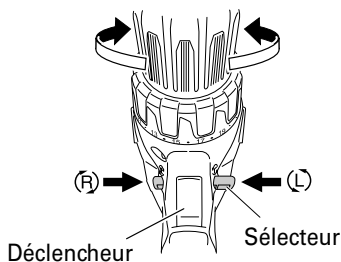

Fig. 10
La mèche tourne dans le sens horaire (vu de l'arrière) quand on appuie sur côté-R du sélecteur. En appuyant sur côté-L du sélecteur la mèche tourne dans le sens anti-horaire (Voir Fig. 10). (Des repères (L) et (R) sont prévus sur le bouton du sélecteur.)